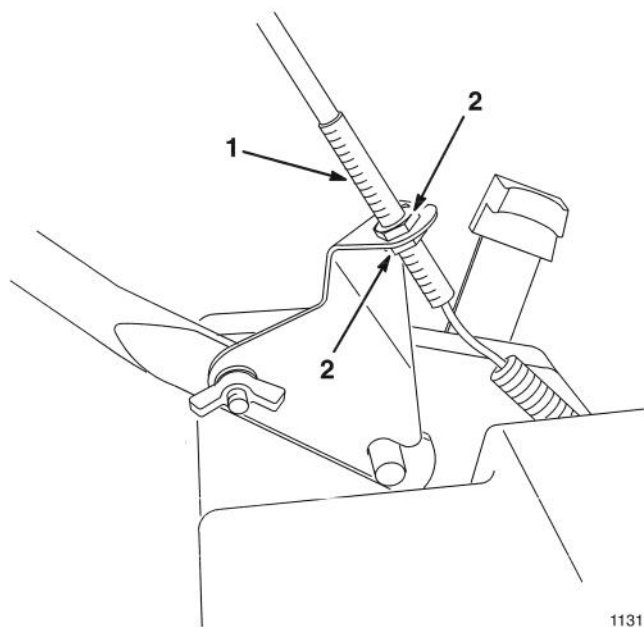

Figure 34
1. Maintenir la barre de commande d'autopropulsion à 2,5 à 4 cm (1 à 1 1/2 po.) du guidon (Fig. 34).